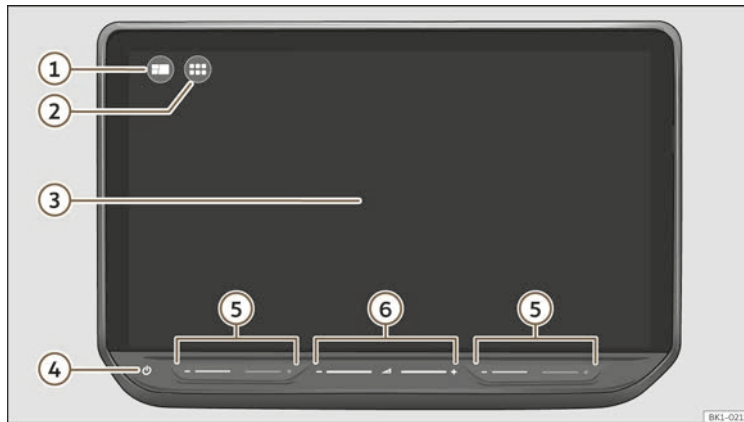

Abb. 180 Übersicht: Bedieneinheit.
Gestalten Sie das übergeordnete Menü und die Ansicht HOME >>> (Abb. 180) ① individuell, um schnell auf die bevorzugten oder am häufigsten verwendeten Funktionen zuzugreifen.